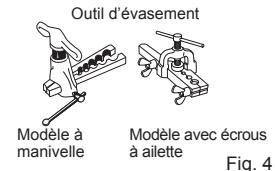

Fig. 4
- 4) Travaux d'évasement (Fig. 4, 5). Tenez fermement le tuyau de cuivre dans la dimension indiquée dans le tableau. Sélectionnez A en mm dans le tableau en fonction de l'outil que vous utilisez.